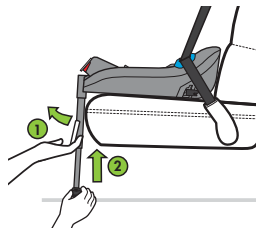

Figura 68
Ajuste el pie de carga a la posición más corta tirando y manteniendo presionada la parte inferior de la manija de ajuste del pie de carga (1) mientras empuja hacia arriba la parte inferior del pie de carga (2), como se muestra en la **Figura 68**.